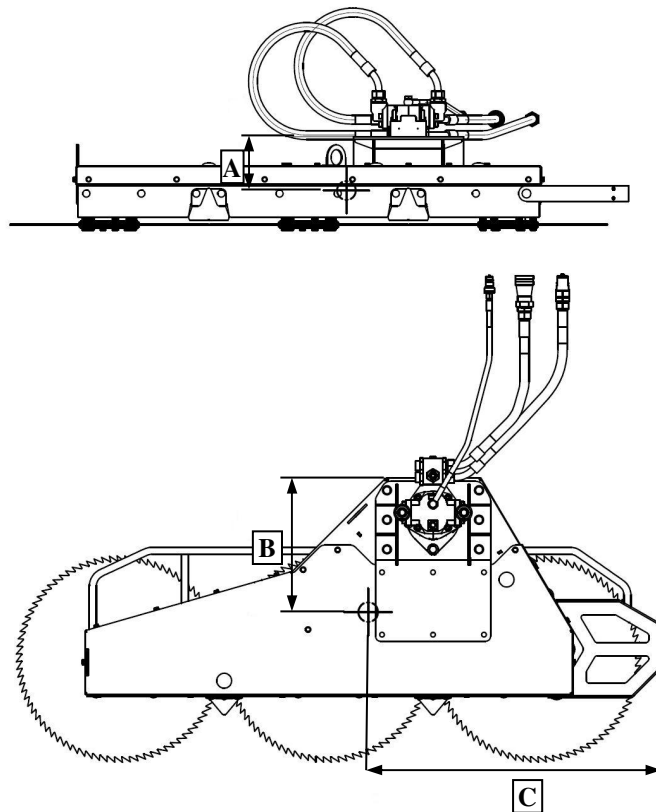

Fig. 5. Centre de gravité
- ❑ lors de l'installation des élingues, chaînes, poignées, etc. il faut toujours tenir compte du centre de gravité de la machine (**Fig. 5**),